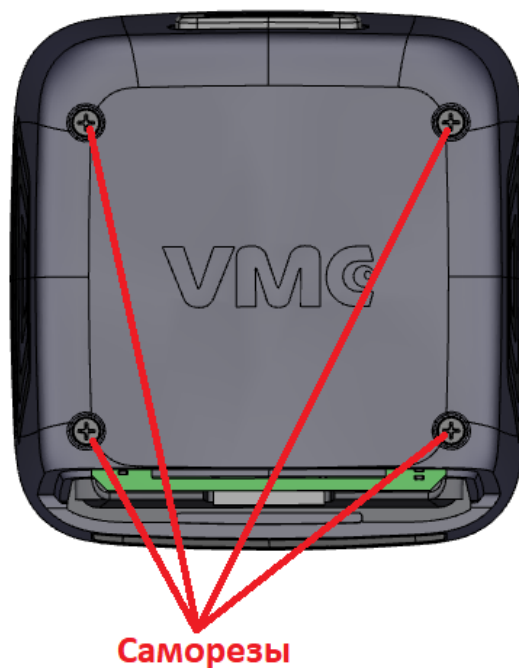

Рис. 4 Саморезы крышки
7. Аккуратно закручиваем 4 самореза на задней части корпуса (см. Рис. 4 выше), регулируя усилие так, чтобы не сорвать резьбу в пластике корпуса.